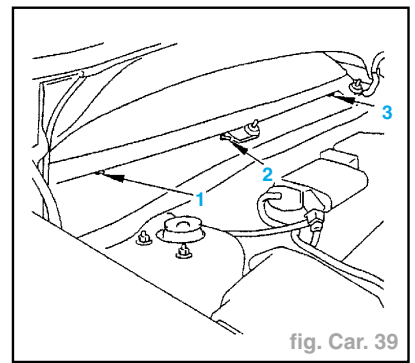

fig. Car. 39
- Déposer les écrous (1), (2) et (3) (fig. Car. 39).